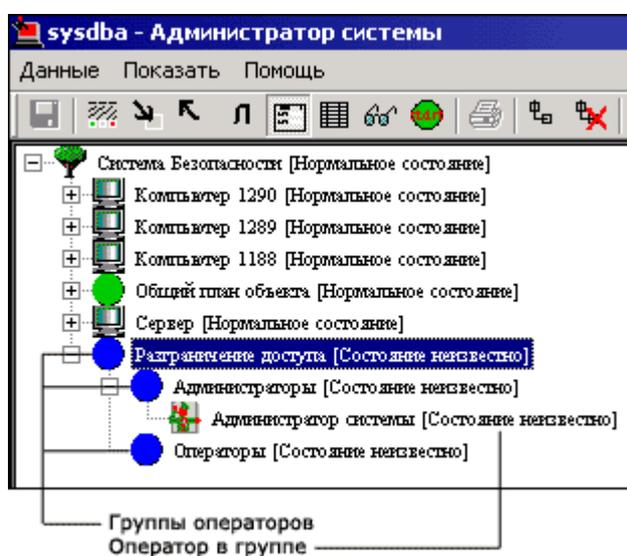

Рисунок 20 — Структура Разграничения доступа
2. В дереве элементов к **Системе безопасности** или к какой-либо группе операторов (**Разграничение доступа** или другой) добавьте группу операторов. При добавлении новой группы операторов программа предложит заполнить имя группы. Вы можете сделать это либо при добавлении, либо после - в окне свойств на вкладке **Общие свойства** (рисунок 20).